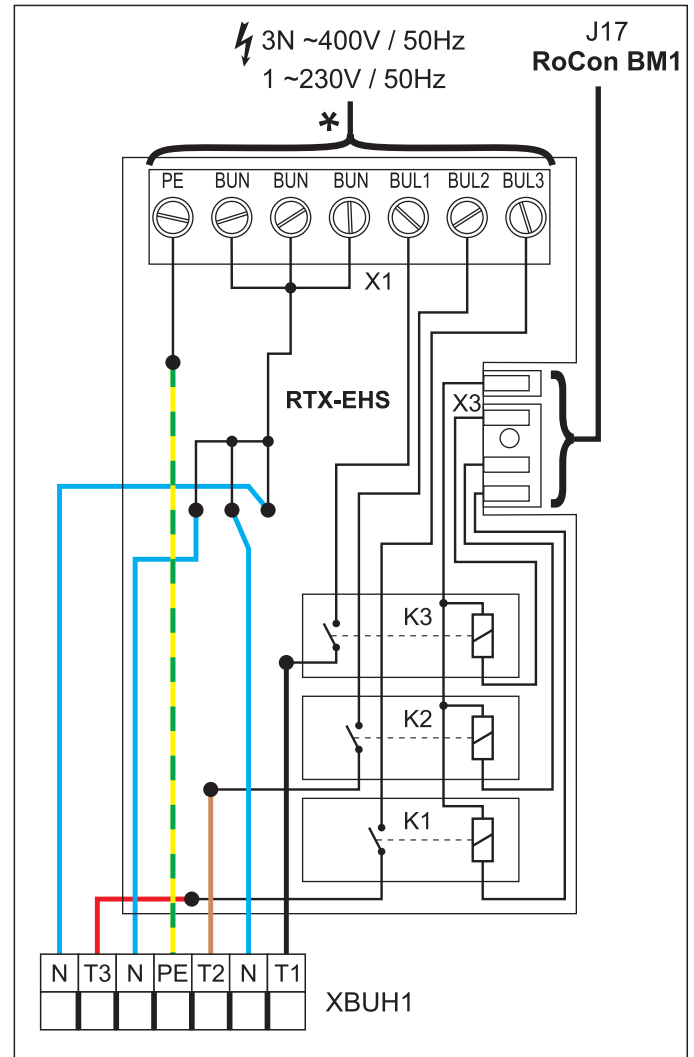

Bild 4-19 Schaltplatine RTX-EHS (Backup-Heater) - siehe Abschnitt 4.5.12
- Stromversorgung für Backup-Heater an die Klemmleiste X1 der Schaltplatine RTX-EHS (Bild 4-19) im Regelungsgehäuse der Daikin Altherma EHS(X/H) anschließen.